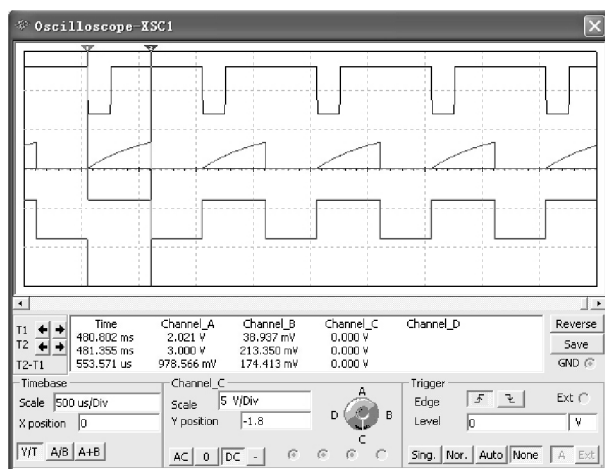

图 6-65 555 单稳态触发器的工作波形
(2) 单击仿真开关激活电路，双击示波器图标，打开示波器面板，即可显示图 6-65 所示的 555 单稳态触发器的工作波形。最上面的方波为输入脉冲，中间为电容 C 充电波形（即暂态），下面是输出波形。
(3) 利用示波器提供的游标测量线，测试示波器显示的输出波形宽度。